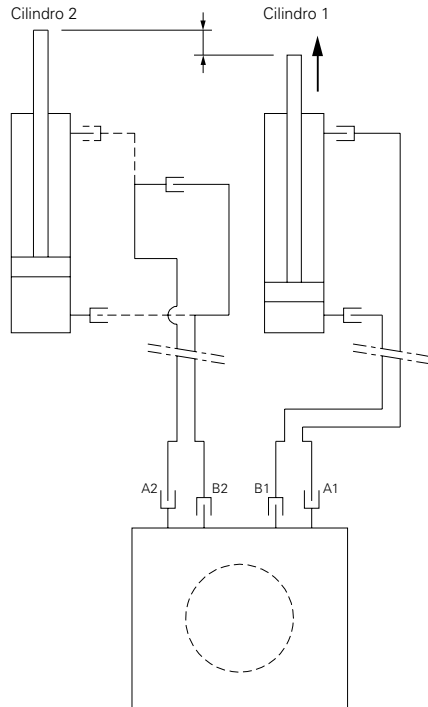

Fig. 60: Extender los cilindros hasta la misma altura
3. Extender el cilindro 1 a la misma altura.(Fig. 60)